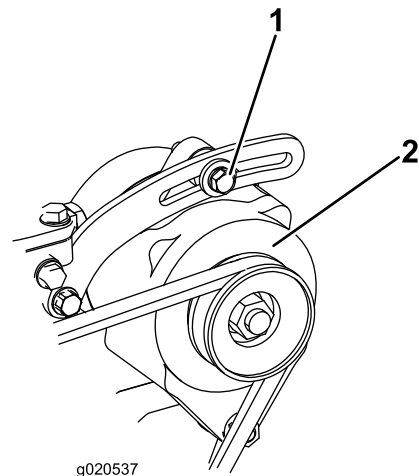

Figure 66
1. Si vous n'obtenez pas une flèche de 10 mm, desserrez les boulons de fixation de l'alternateur (Figure 66).